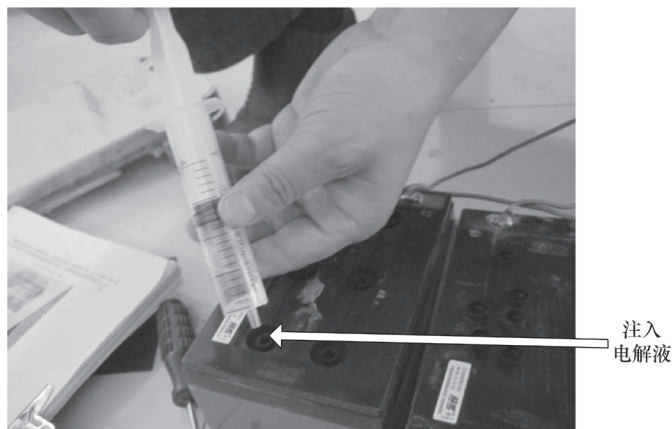

图 5-36 加注电解液
3) 看到蓄电池干涸,将一定量的补充液分别加入各蓄电池单体中,如图 5-36 所示,加至刚好看到有流动电解液出现为止。